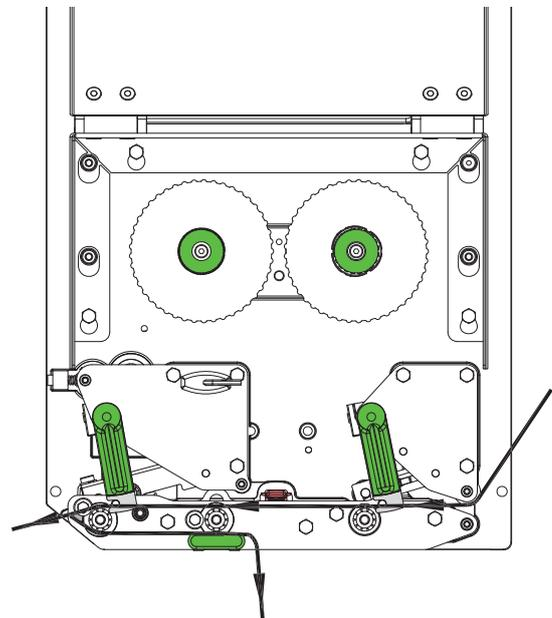

Bild 6 Etikettenlauf
2. Hebel (3) und (10) entgegen dem Uhrzeigersinn schwenken und dadurch Druckkopf (1) und Rückzugsystem (9) öffnen.
3. Führungsringe (4) so weit nach außen schieben, dass das Material zwischen Montagewand und Führungen passt.
4. Etikettenstreifen (8) gemäß Bild 6 bis zur Spende­kante (2) einlegen und bis zum Anschlag an der Montagewand schieben. Die Druckseite der Etiketten muss von oben zu sehen sein.
5. Für das Arbeiten im Spendemodus Etiketten so weit über die Spende­kante hinauschieben, dass der Streifen zurück bis zum Andrucksystem (5) reicht. Etiketten vom überstehenden Trägermaterial entfernen.
6. Hebel (3) und (10) bis zum Anschlag im Uhrzeigersinn schwenken und dadurch Druckkopf (1) und Rückzugsystem (9) verriegeln.
7. Führungsringe (4) gegen den Rand des Etikettenstreifens schieben.